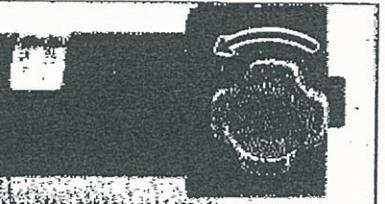

図 3
- 3.4 穴あけ又は切断が完了したらポンプハンドルの操作をやめ、戻しハンドルを左へまわします。作動油は、オイルタンクへ戻ります。 (図 3)